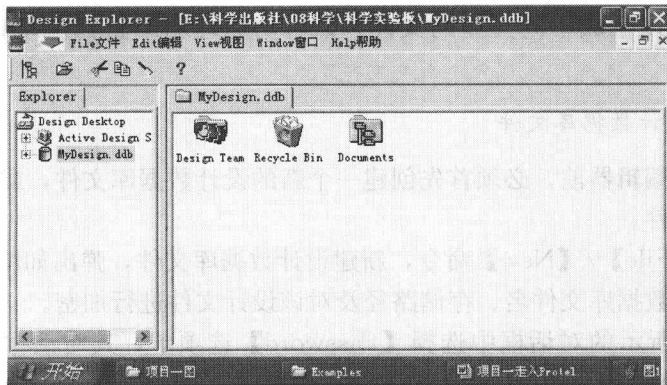

图 1-11 设计数据库文件界面
最后单击【OK】按钮完成新设计数据库文件，如图 1-11 所示。
1) 双击如图 1-11 所示的数据文件夹【Documents】，即可在该文件中创建原理图文件，并启动原理图编辑器。原理图编辑器实质就是原理图设计系统，用户可在该系统里绘制电路，生成网络表等。